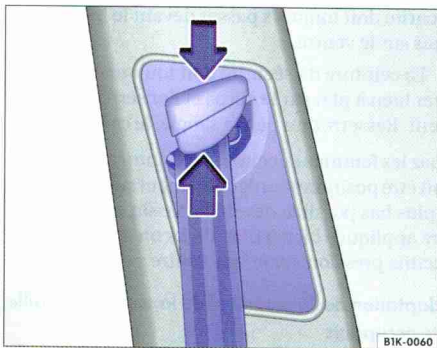

Fig. 57 À côté des sièges avant : réglage en hauteur de la ceinture.
- Comprimez la ferrure d'inversion ⇒ fig. 57 dans le sens des flèches et maintenez-la comprimée.